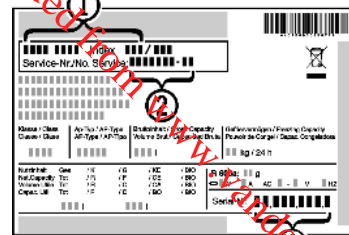

Fig. 13
- ▶ Apparaataanduiding *Fig. 13 (1)*, service-nr. *Fig. 13 (2)* en serie-nr. *Fig. 13 (3)* van het typeplaatje aflezen. Het typeplaatje bevindt zich aan de linkerkant binnen in het apparaat.
- ▶ Contact opnemen met de Technische Dienst en het probleem, apparaataanduiding *Fig. 13 (1)*, service-nr. *Fig. 13 (2)* en serie-nr. *Fig. 13 (3)* mededelen.